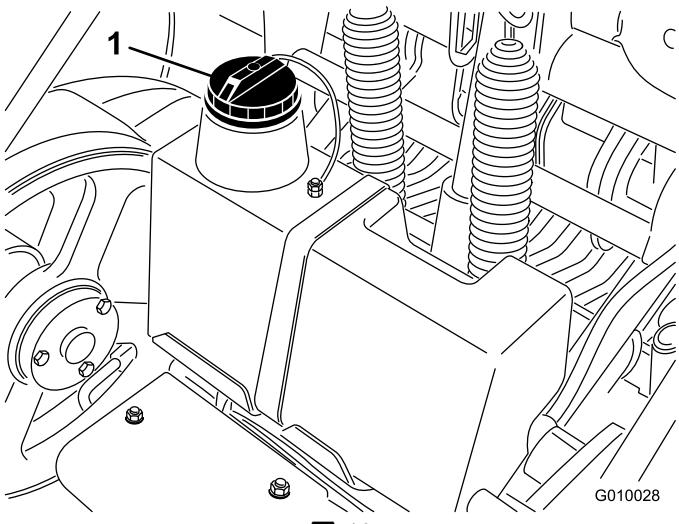

図 18
3. 油圧オイルタンクの注油口周辺をきれいに拭き、キャップ（図 18）を外す。給油口からキャップを取りる。